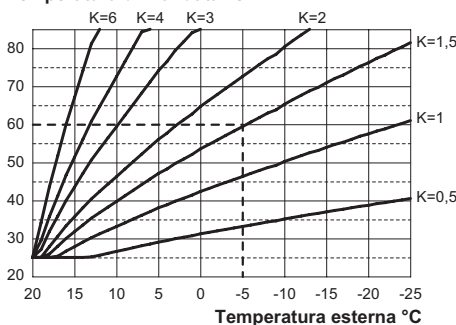
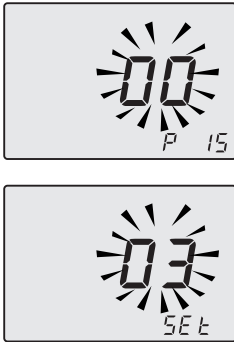

Figura 5.36
Figura 5.40
Se alla caldaia **È COLLEGATO** il comando remoto (opzionale) riferirsi alla Figura 5.36. In questo caso il settaggio del coefficiente K deve essere fatto da remoto.
Quando si installa la sonda esterna bisogna impostare questo parametro in base al rendimento dell'impianto di riscaldamento per ottimizzare la temperatura di mandata (Figura 5.36).
Es. Per avere una temperatura di mandata all'impianto di riscaldamento di 60°C con una esterna di -5°C si deve settare un K di 1,5 (linea tratteggiata in Figura 5.36).
- Utilizzando i tasti 18 o 19 è possibile modificare il valore del parametro 15 da un minimo di **01** ad un massimo di **60** in base alla curva scelta del coefficiente K in Figura 5.36 (il valore letto sul display corrisponde a valori decimali di coefficienti K). Nel display si alternano la scritte **P15 - Set** (Figura 5.40).